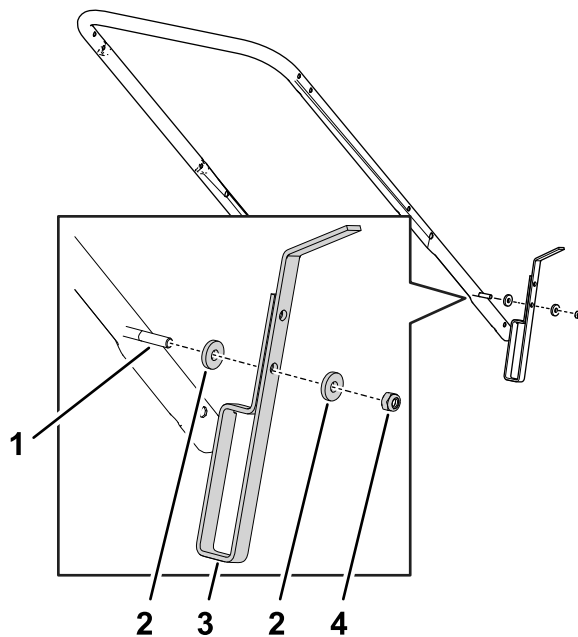

Figura 4
2. Allineate il foro nell'arresto a pedale con il foro nella stegola inferiore (Figura 4).